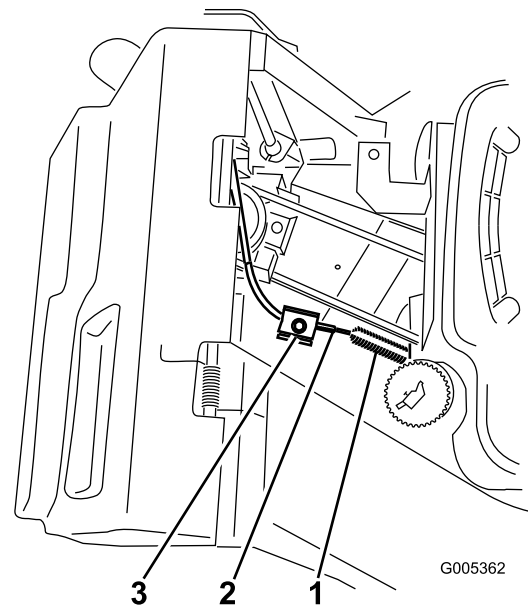

Figura 32
5. Afloje el tornillo de la abrazadera hasta que se deslice el conducto del cable del freno (Figura 32).
Nota: La cubierta inferior de la correa ha sido retirada en Figura 32 para mayor claridad. No es necesario retirar la cubierta inferior de la correa para realizar este procedimiento.